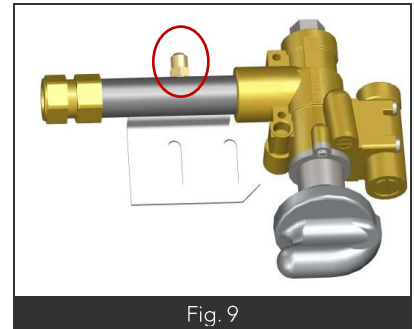

Fig. 9
- Enlever le bouchon (Fig9 rep1)) avec une clé plate de 24.
- Utiliser une clé plate de 9 (Fig9 Rep2) pour l'écrou suivant.
- Pour le réglage prendre une clé mâle 6 pans (Fig9 Rep3) (voir les angles d'ouvertures ci-dessus)